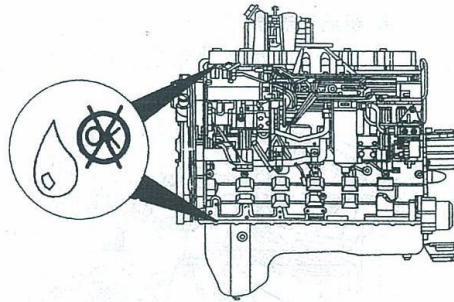

图 1-341 检查发动机密封是否良好
1) 检查发动机的密封垫、油封和堵塞是否密封良好, 见图 1-341。